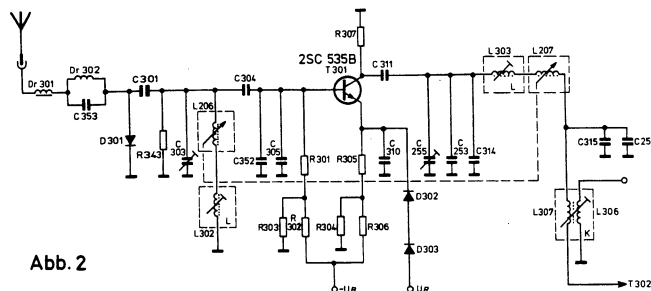

Abb. 2
**AM-Vorstufe bei LW-Empfang (Abb. 2):**